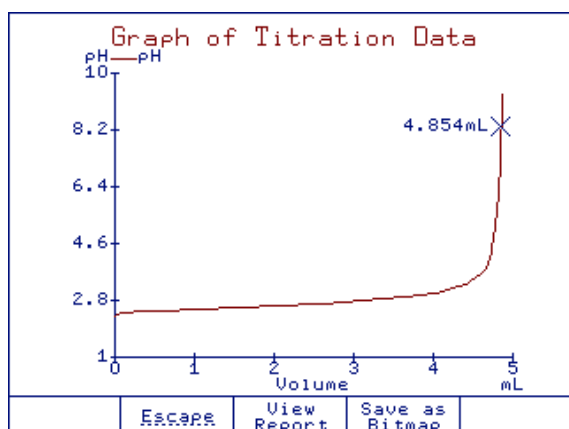

Figura 3 Ponto Final Fixo (pH)
**Ponto Final Fixo (pH)** As leituras de pH vs. volume de titulante são exibidas (ver Figura 3).